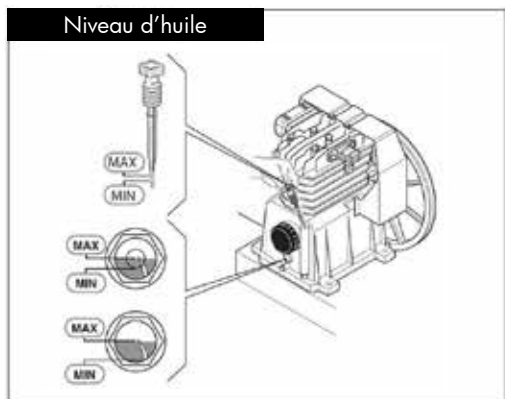

Fig. 4 Niveau d'huile
5. Retirez le bouchon du carter du compresseur, et insérez la jauge d'huile. Vérifiez le niveau d'huile. Il doit arriver entre la valeur maximale et la valeur minimale du voyant ou de la jauge (voir figure 4).